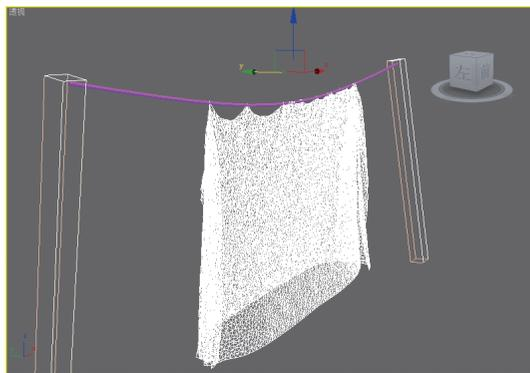

图9-79 模拟本地效果
**10** 操作完毕后，退出组层级。再次单击【模拟本地】按钮观看模拟效果，如图9-79所示。